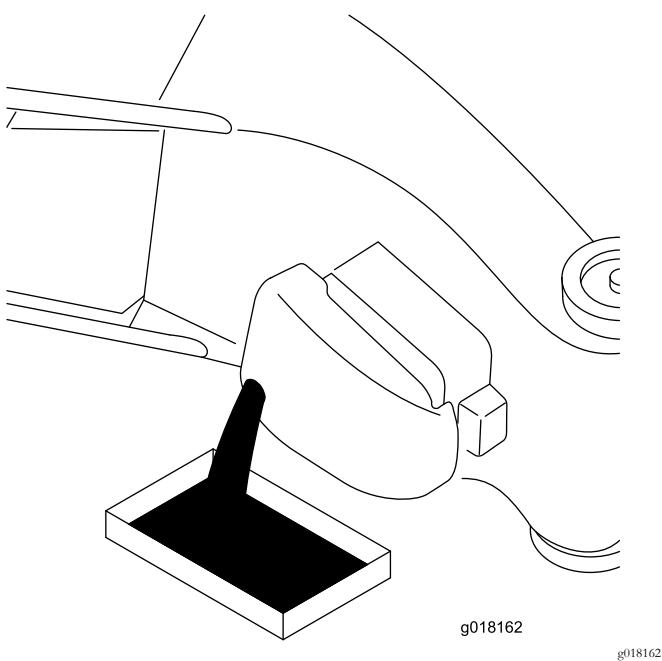

Figura 18
3. Incline o cortador para o lado, com o filtro de ar voltado para cima, para drenar o óleo utilizado para fora através do tubo de enchimento do óleo (Figura 18).